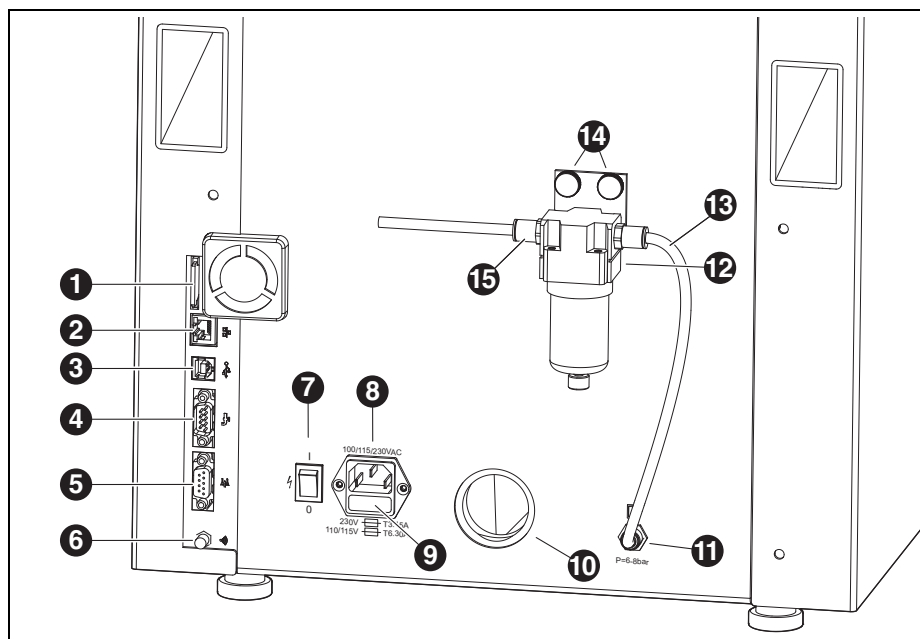

Bild 2 Geräteübersicht Rückseite
- ▷ Die Schublade ([9] in Bild 2 auf Seite 8) unterhalb des Netzsteckers herausziehen.
- ▷ Den Absaugschlauch der verwendeten Absaugung am Anschluss ([10] in Bild 2 auf Seite 8) an der Rückseite der Fräsmaschine einstecken.